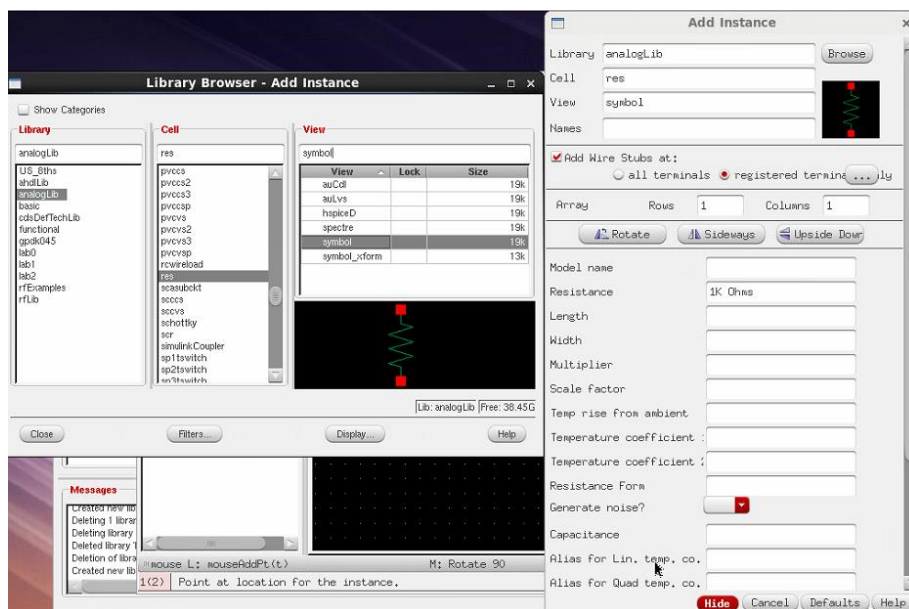

Рисунок 1.9 – Размещение резистора
- разместить компонент - Create/Instance (рисунок 1.9).